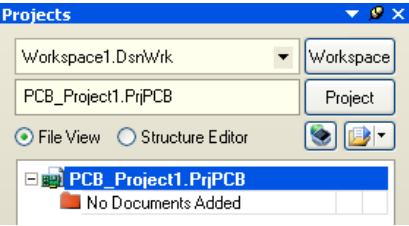

图6-1 PCB工程的创建
2. 显示Projects面板框显示在屏幕上。新的工程文件PCB_Project1.PrjPCB已经列于框中，并且不带任何文件，如图6-1所示。
- 12.放置R3和R4如图6-1所示，并通过点击右键或ESC退出。